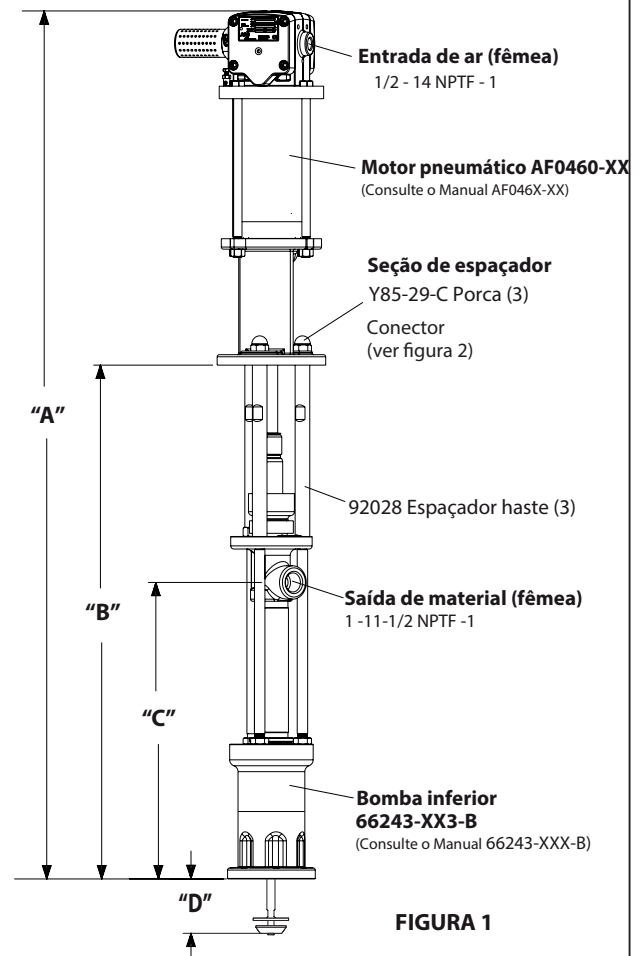

FIGURA 1
- Remova as três porcas (Y85-29-C) das três hastes espaçadoras (ver figura 1).